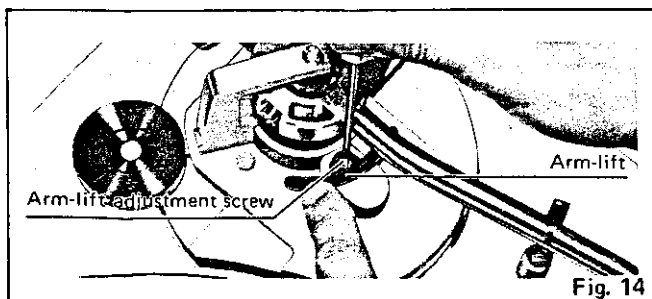

Fig. 14
(See Fig. 14)
4. Turn the adjustment screw clockwise or counterclockwise, while pushing the arm lift down. (See Fig. 14.)
Einstellung des Tonarmlifts (Vgl. Abb. 14.)
3. Drehen Sie die Justierschraube im Uhrzeigersinn oder Gegenurzeigersinn, während Sie die Tonarmliftführung nach unten drücken. (Vgl. Abb. 14.)